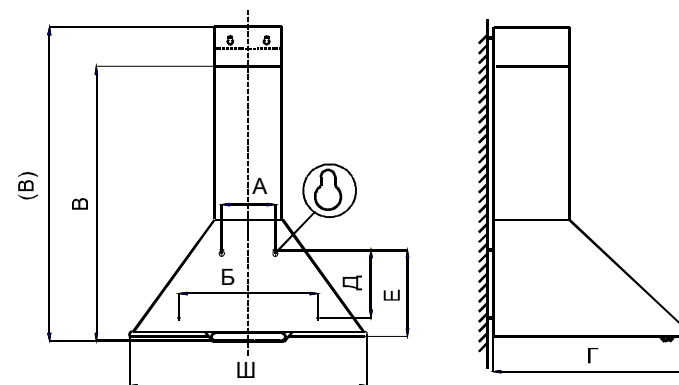

РИС. 3
6.1 Крепление вытяжного зонта (рис.3):